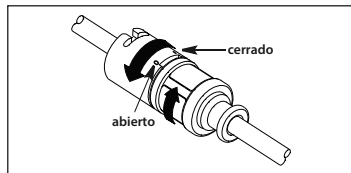

Figura 9
- b. Si utiliza un protector de contaminación del catéter con un adaptador TwistLock, gire la mitad superior del conector distal en sentido horario para bloquear el catéter en su sitio. Recolocó el extremo proximal del protector del catéter según dese. Gire las mitades superior e inferior en direcciones opuestas para bloquearlo en su sitio. Pruebe el adaptador tirando suavemente del catéter para asegurarse de que sujeta correctamente el catéter (consulte la figura 9).